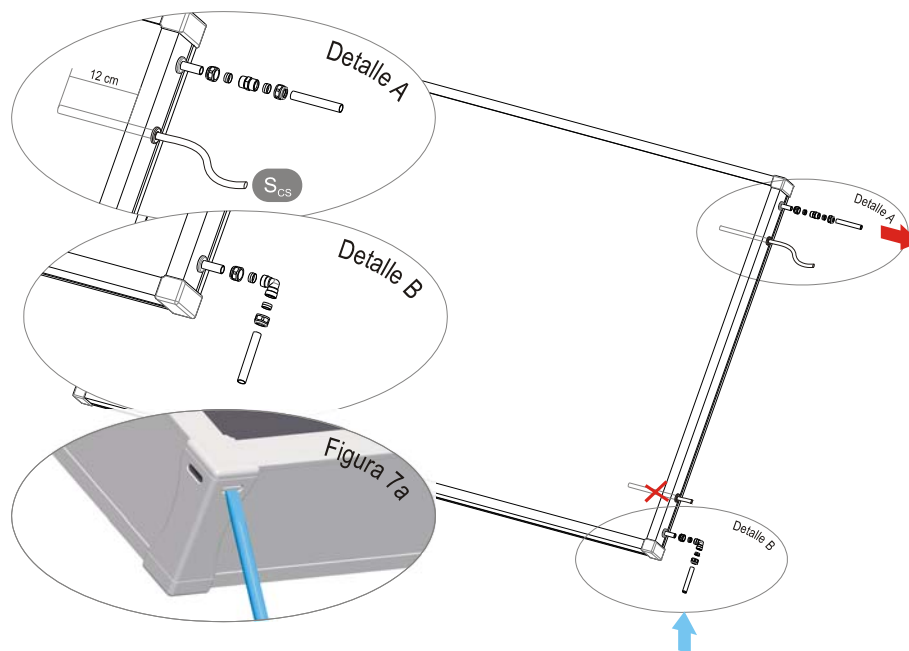

figura 16
Una vez realizadas las conexiones hidráulicas del circuito solar, se deberá de montar el bulbo de la sonda del captador (SCS) en el portabulbos previsto en el mismo (figura 16) y se deberá conectar eléctricamente en la centralita de regulación (ver Esquema de conexiones). La sonda del captador se suministra con la caldera, dentro de la bolsa de la documentación.
La figura 16 muestra la conexión de la tubería del circuito solar con las tomas del captador. Las uniones de apriete suministradas han de utilizarse tal y como se indica en la figura.
**⚠ Para garantizar un drenaje correcto es necesario que todos los agujeros de desagüe inferiores (según la orientación del tejado) estén abiertos. Perforar los agujeros de desagüe con un destornillador plano (figura 16).**